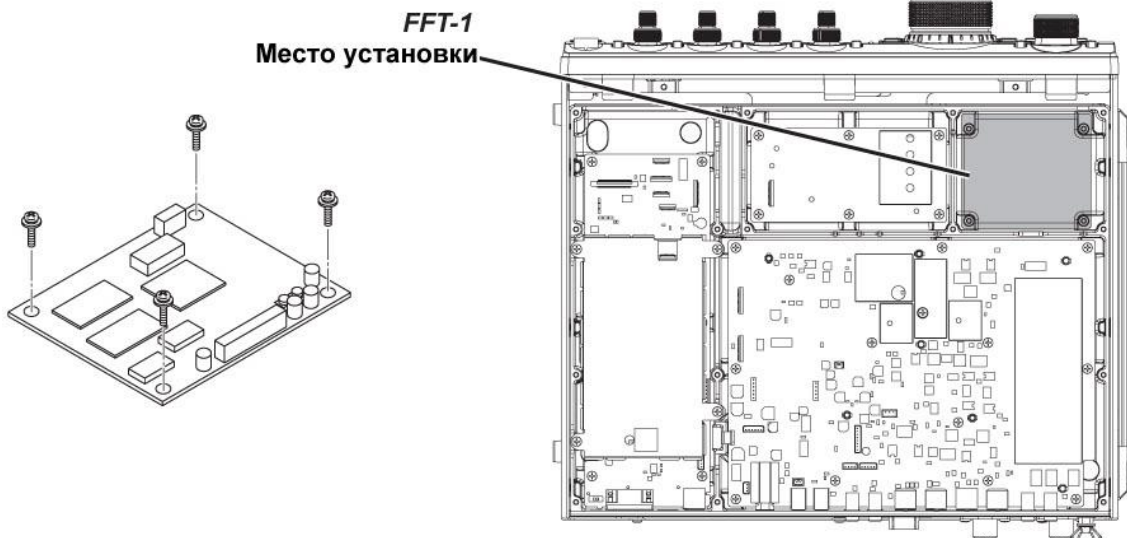

Рисунок 2
- (1) Отключите питание трансивера **FTDX1200** и отсоедините от него источник DC питания.
- (2) Отключите все кабели от **FTDX1200**.
- (3) Руководствуясь рисунком 1, удалите 18 винтов с нижней панели корпуса и демонтируйте нижнюю крышку корпуса.
- (4) Используя рисунок 2, определите место установки **FFT-1**.
- (5) Расположите модуль компонентами вверх и закрепите его с помощью четырех винтов.
- (6) Подключите соответствующие кабели к 4-пиновому и 14-пиновому разъему **FFT-1**, как показано на рисунке 3.
- (7) Восстановите нижнюю крышку корпуса и 18 винтов в первоначальное положение.